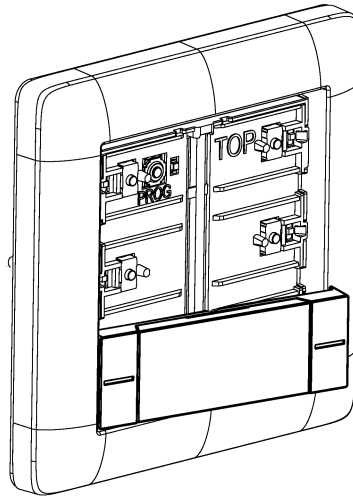

Figure 6: Mise en place latérale de l'interrupteur de commande à bascule
- Mise en place latérale de l'interrupteur de commande à bascule (voir figure 6).